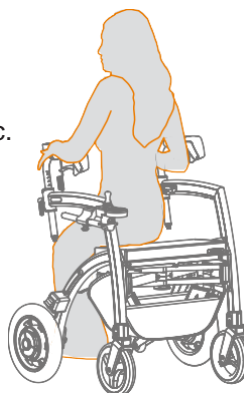

Figura 30: Sentado en el asiento del andador.
- Siéntese en el asiento del andador desde atrás (**Figura 30**). Asegúrese siempre de que el andador eléctrico Rollz Motion esté en la posición de estacionamiento.